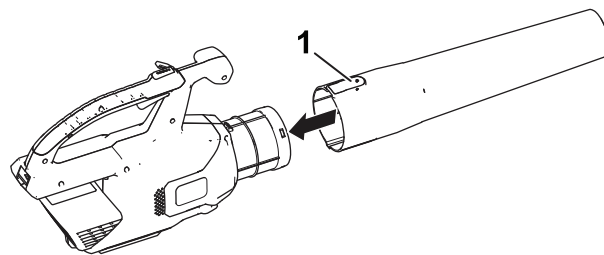

Figure 2
1. Glissez le tube du souffleur sur le carter du souffleur. Vous devrez éventuellement appuyer sur la languette du tube du souffleur pour le bloquer en position (Figure 2).